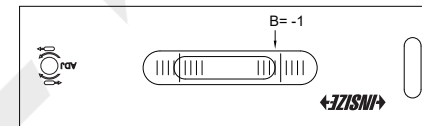

Abb.4
d) Nachdem sich die Blase nicht mehr bewegt, lesen Sie B auf der Skala (Abb. 4).